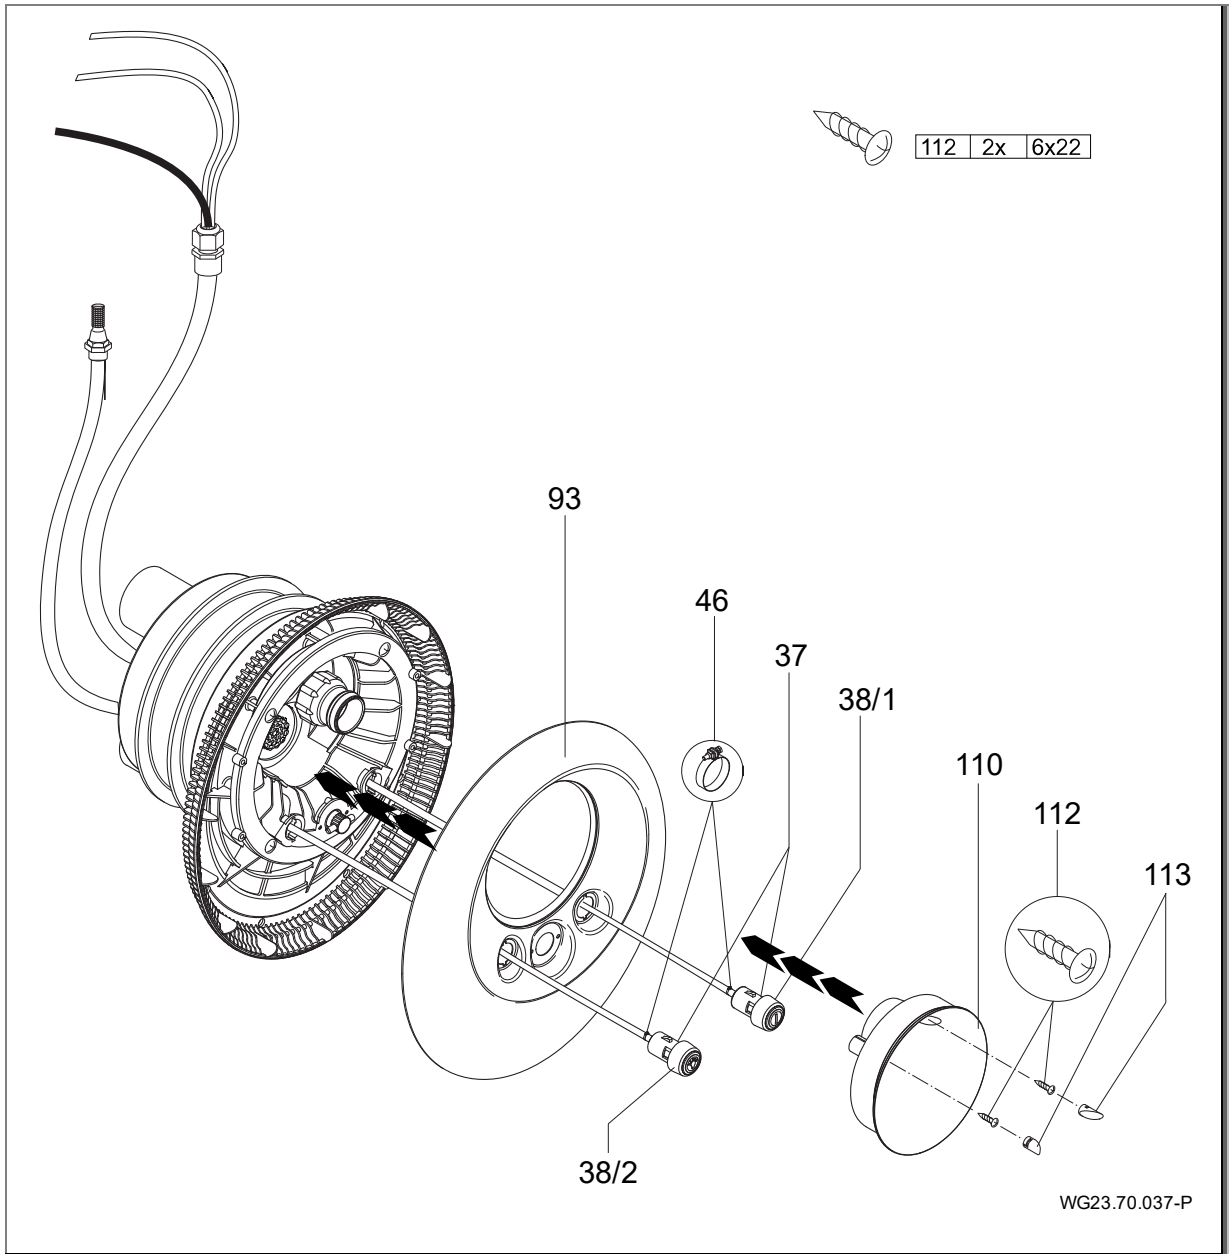

Fig. 19
7. Pasar las mangueras neumáticas por las aberturas de la placa de acero inoxidable (93) - encender y apagar la luz a la izquierda; encender y apagar la bomba a la derecha - y fijarlas a los pulsadores correspondientes con las abrazaderas para mangueras (46). (Fig. 19)